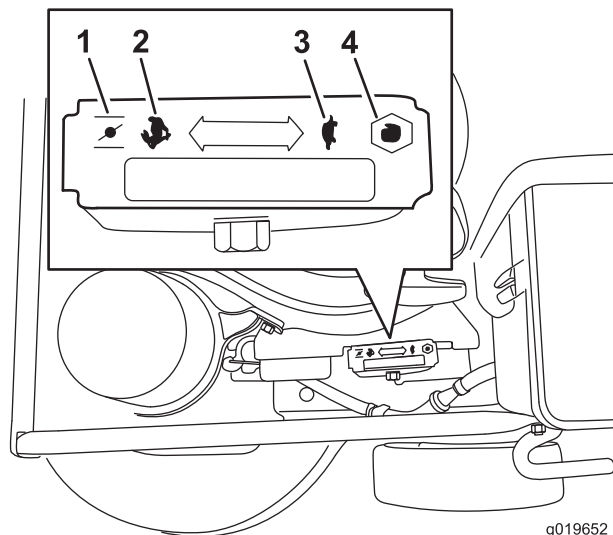

Bild 12
3. Stellen Sie die Gasbedienung auf die Choke-Stellung (Bild 12).